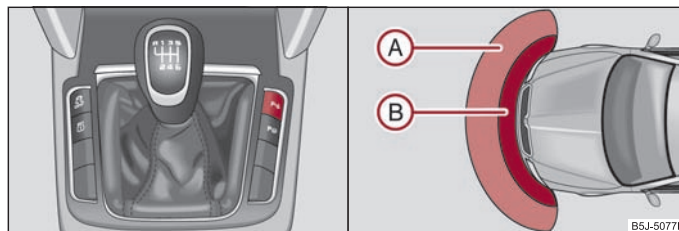

Fig. 132 Activación del aparcamiento asistido / aparcamiento asistido: Zona de detección de los sensores delanteros
La advertencia sobre la distancia comienza a una distancia de unos 120 cm al obstáculo delante del vehículo (zona **(A)** ⇒ fig. 132) y unos 160 cm al obstáculo detrás del ►
vehículo (zona **A**) ⇒ fig. 132). Al reducirse la distancia, se acorta el intervalo entre los impulsos sonoros.
El aparcamiento asistido se activa, estando conectado el encendido, acoplando la **marcha atrás** o pulsando la tecla ⇒ página 132, fig. 132 - en la tecla se enciende el símbolo **P**. La activación se confirma al emitirse un breve sonido.
El aparcamiento asistido se desactiva pulsando la tecla **P** ⇒ página 132, fig. 132 o yendo a una velocidad superior a 10 km/h - el símbolo **P**; en la tecla se apaga.
- Si tras la activación del sistema se emite un sonido de aviso durante 3 segundos y en la proximidad del vehículo no se encuentra obstáculo alguno, existirá una avería del sistema. La avería se señaliza adicionalmente mediante el parpadeo del símbolo **P** en la tecla ⇒ página 132, fig. 132 Acuda a un servicio oficial para que solucione la avería.